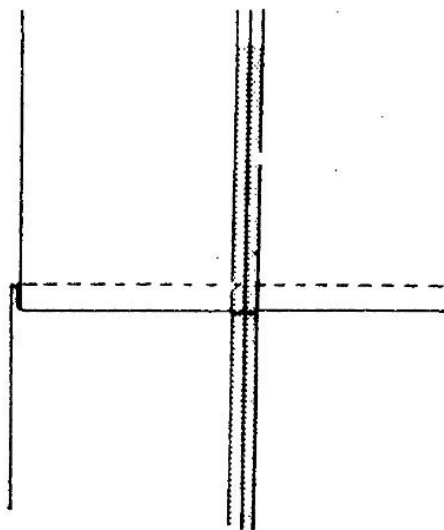

Рис. 181
5. Сложите складку лицевой стороной внутрь, сколите и стачайте, ориентируясь по отметкам (рис. 181).